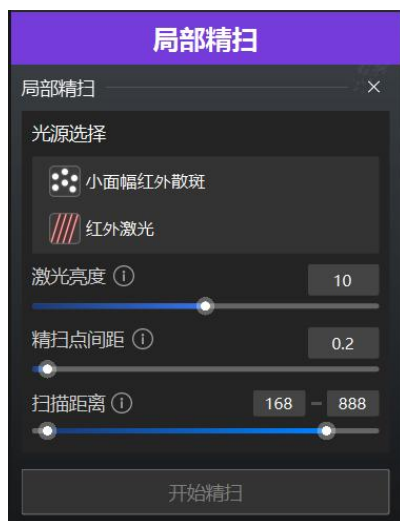

图 7-23 局部精细扫描
2. 完成大幅面扫描后，若需优化局部数据精度，可点击扫描上方工具栏中的  功能，通过切换光源和分辨率，提升局部数据的精细度，如图 7-23 所示。